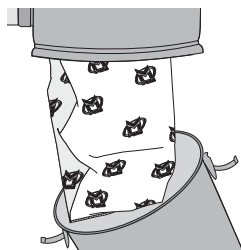

figure 16
1. Pour accéder au sac, défaire les deux attaches de la cuve et la retirer de l'appareil (**figure 16**).